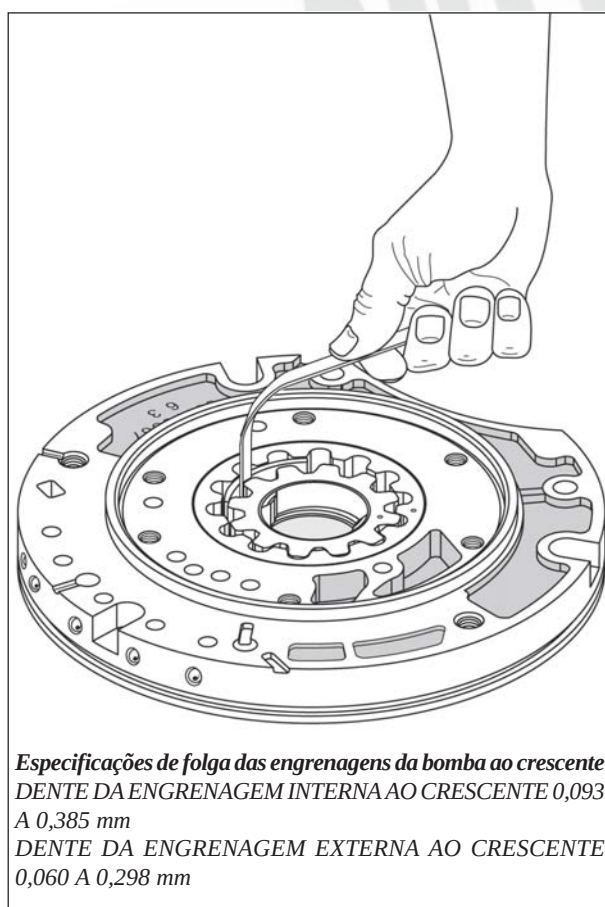

Figura 203
8. Verifique a folga entre a engrenagem da bomba e o crescente utilizando um calibre de laminas, conforme mostra a figura 203.
A folga especificada está indicada na figura 203